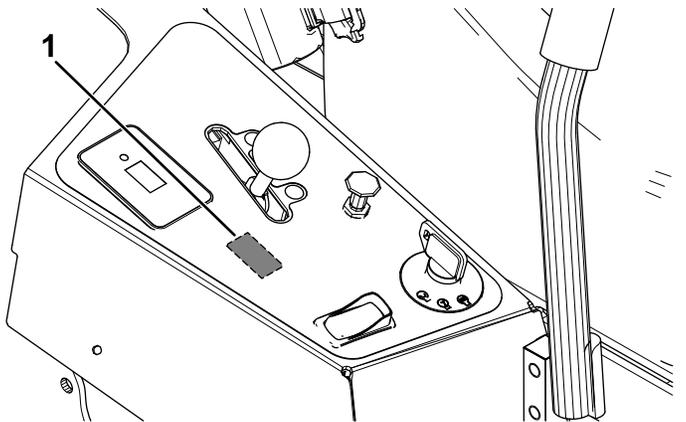

Figura 5
1. Ritagliate l'apertura nell'adesivo del pannello di controllo per l'interruttore a ginocchiera del faro (Figura 5).